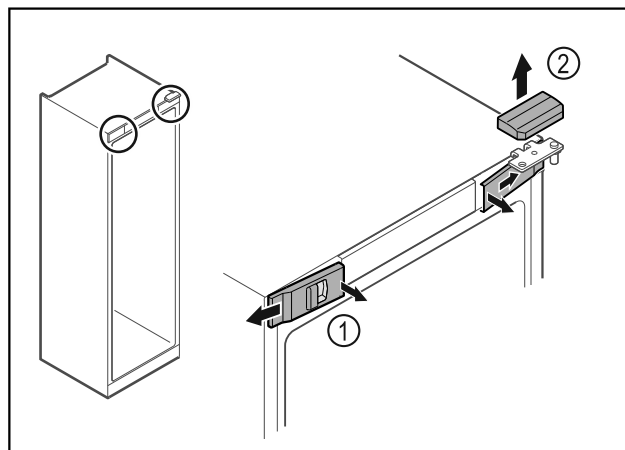

Fig. 12
- ▶ Передние крышки Fig. 12 (1) освободите от фиксации и внутренней стороны отведите в сторону
- ▶ Движением вверх снимите верхнюю крышку Fig. 12 (2)